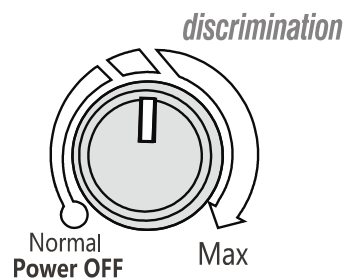

Figura.15
- Fije la **DISCRIMINATION** a aproximadamente la posición “12:00” (Figura.15). Ajuste el balance para permitir que suene en el detector un tono de zumbido y muestre “0”